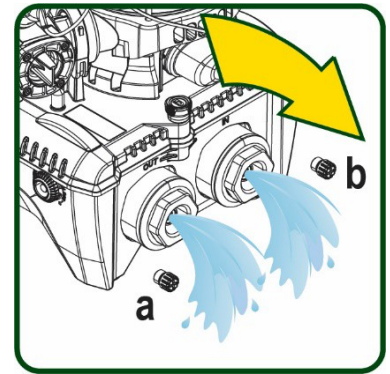

Abbildung 20
5. Entfernen Sie die beiden Abflusstöpfe am Dock und lassen Sie das Wasser im Inneren (etwa 11 Liter) aus beiden ablaufen; Abb.20